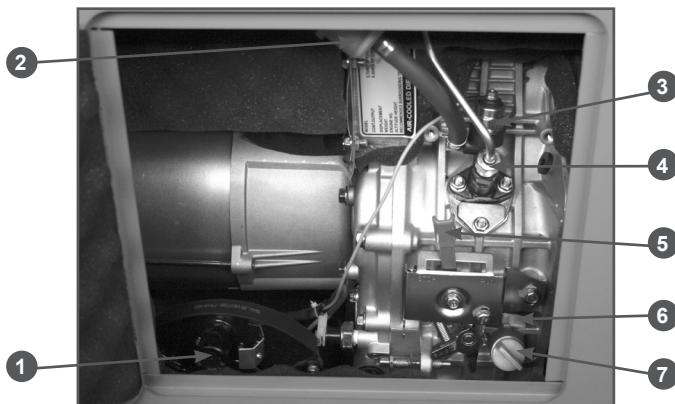

Рис. 2 Основные узлы и органы управления (вид двигателя с открытой дверцей)
- Выкрутите крышку-щуп маслозаливной горловины (Рис. 2 п. 7) и извлеките щуп.
3. Выкрутите крышку-щуп маслозаливной горловины (Рис. 2 п. 7) и извлеките щуп.